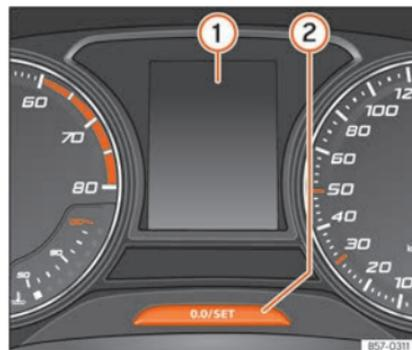

Fig. 41 Cuadro de instrumentos
La indicación de los intervalos de servicio aparece en la pantalla del cuadro de instrumentos » fig. 41 .
Mantenga pulsada la tecla **[0.0/SET]** durante más de 5 segundos para consultar el mensaje de servicio **»» fig. 41 ②**.
- Apague el contacto, pulse y mantenga pulsada la tecla **[0.0/SET]** **»» fig. 41 ②**.